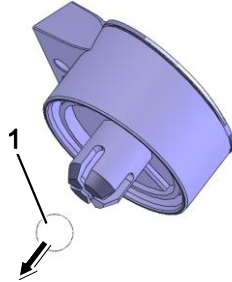

Abb. 21
9. Die Ventilkugel (Abb. 21/1) aus dem Sekretflaschenanschluss herausnehmen.